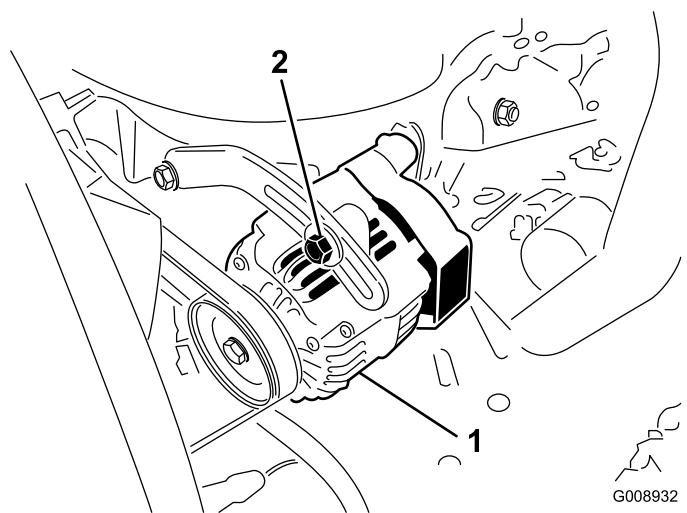

Figura 55
Verifique o estado e a tensão das correias (Figura 55) após cada 100 horas de funcionamento.
2. Se o desvio obtido não for igual a 10 mm, deverá libertar as cavilhas de montagem do alternador (Figura 55). Aumente ou diminua a tensão da correia do alternador e aperte os parafusos. Verifique uma vez mais a deslocação da correia para se certificar de que a tensão está correta.